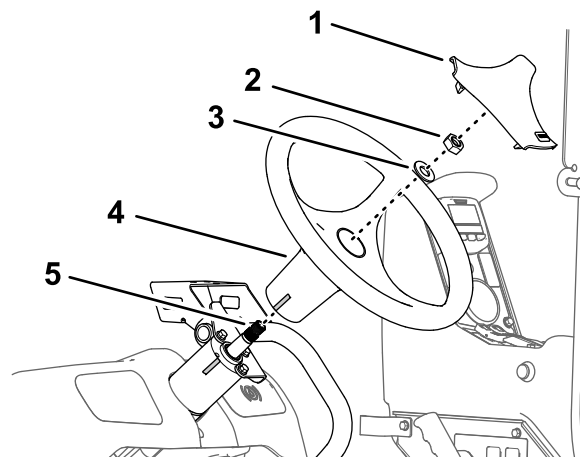

Рисунок 165
1. Совместите отметку липкой лентой на рулевом колесе с отметкой липкой лентой на корпусе клапана рулевого управления (Рисунок 165).
2. Установите рулевое колесо на вал клапана рулевого управления (Рисунок 165) с помощью шайбы (5/8 дюйма) и гайки (5/8 дюйма), снятых при выполнении пункта 3 в разделе Демонтаж рулевого колеса (страница 82).